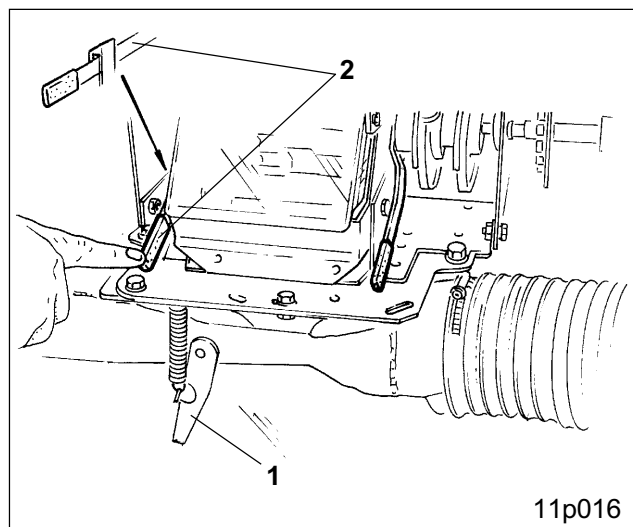

Fig. 50.4
- клапан загрузочной воронки (Рис. 50.4/1) и
Для открытия клапана для выгрузки остатков нажмите вниз и зафиксируйте рычаг (Рис. 50.4/2), находящийся за дозирующим устройством.